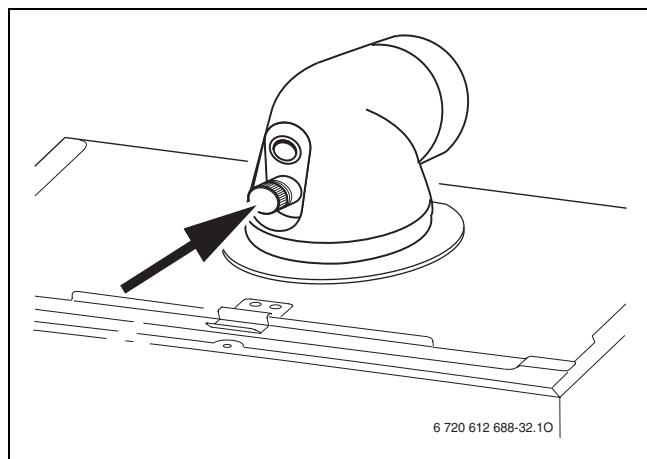

Fig. 38
- ▶ Rimuovere il tappo dalle prese di analisi combustione (→ fig. 38).